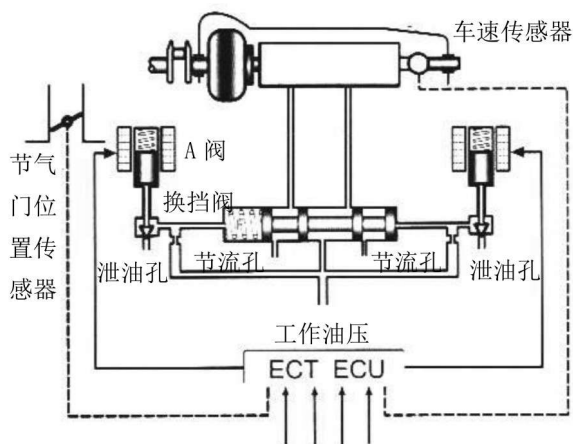

图 1-5 电控自动变速器示意图
(2) 电子控制自动变速器。如图 1-5 所示，20 世纪 80 年代后期由于汽车电子控制技术的发展，特别是电喷发动机的广泛使用，出现了计算机的控制技术和电子传感器的大量使用，不少的工况信息由此相互间可以共享。在电控自动变速器中，换挡的变换依据主要信号仍然是发动机负荷和汽车车速两个信号，但是反映发动机负荷大小的信号是节气门位置传感器或进气歧管绝对压力传感器，反映汽车车速的信号是车速传感器。电子传感器把采集的发动机负荷和车速信号转换成电压和电流传送给电脑，电脑接受信息后，与存储在内部的程序加以比较，并给执行换挡的电磁阀发出通、断点的指令，实现升降挡位的变化。